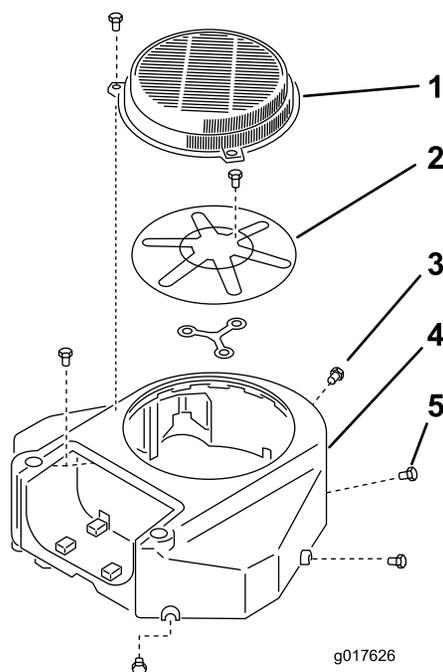

Figura 60
3. Remova o painel de admissão de ar e a caixa da ventoinha (Figura 60).
5. Instale o painel de admissão de ar e a caixa da ventoinha (Figura 60).